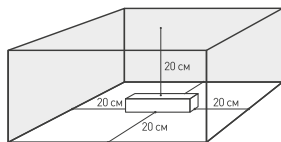
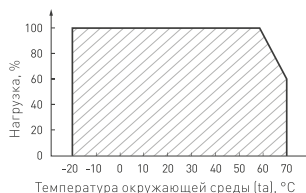

Рис. 1. Свободное пространство вокруг источника
Рис. 2. Максимальная допустимая нагрузка, % от мощности источника
- 4.3. Для естественной вентиляции обеспечьте не менее 20 см свободного пространства вокруг источника питания, как изображено на рис. 1. При невозможности обеспечить свободное пространство используйте принудительную вентиляцию. В случае установки в ограниченном пространстве (например, в лайтбокс или профиль) предусмотрите обеспечение требуемого температурного режима источника питания согласно рис. 2.
- 4.4. Не нагружайте источник питания более чем на 80% от его максимальной мощности. Учитывайте, что с повышением температуры окружающей среды максимальная мощность источника питания снижается (см. график зависимости на рис. 2).